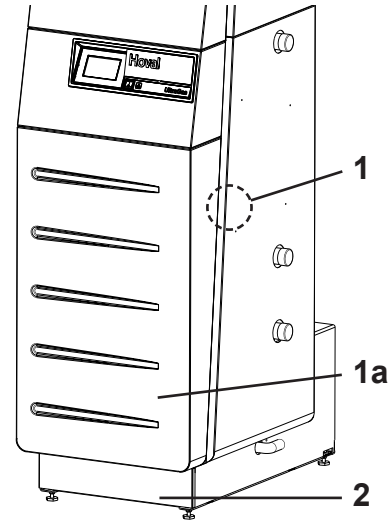
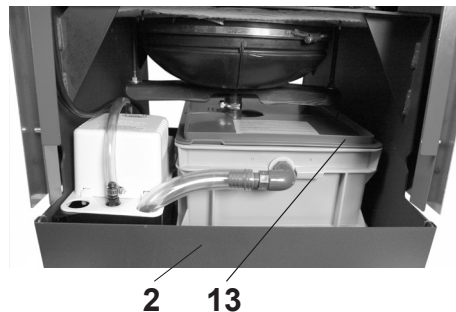

Fig. 20
Fig. 25
4. Înlăturați capacul frontal (1a, Fig. 20). Eliberați șurubul de blocare lateral (1, Fig. 20) (aprox. ¼ de cursă spre stânga). Ridicați capacul frontal direct în sus și înlăturați-l spre partea frontală.
5. Înlăturați placa de bază (2, Fig. 20). Ridicați placa de bază în sus și înlăturați-o.
12. Montați capacul frontal (13, Fig. 25) al cutiei de neutralizare.
13. Montați placa de bază (2, Fig. 25) și capacul frontal (1a, Fig. 20).